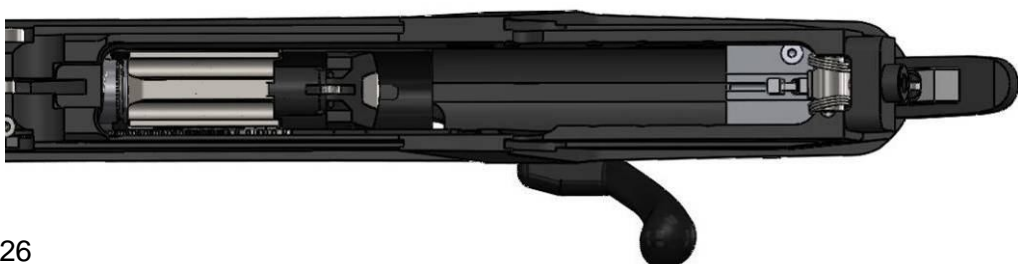

Bild 26
(5) Spannschieber in vorderste Position schieben (Bild 26)